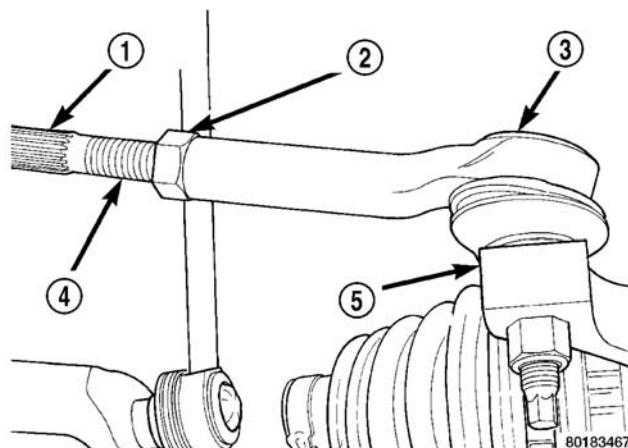

图 12 前轮前束调整
(2) 松开前内至外转向横拉杆端锁紧螺母（图 12）。抓住内转向横拉杆的锯齿部分并旋转转向齿轮的内转向横拉杆（图 12）以将前车轮前束设定到所需要的车轮前束规格。（参见 2—悬架系统 / 车轮定位—规格）
(3) 紧固转向横拉杆锁紧螺母（图 12）至  $75 \text{ N} \cdot \text{m}$  ( $55 \text{ ft.lbs.}$ ) 的扭矩。
(4) 在内转向横拉杆上调整转向机至转向横拉杆的防尘套。
(5) 拆卸方向盘夹。
(6) 卸下定位设备。
(7) 路试车辆，验证方向盘位于直行位置，且车辆不跑偏或侧滑。